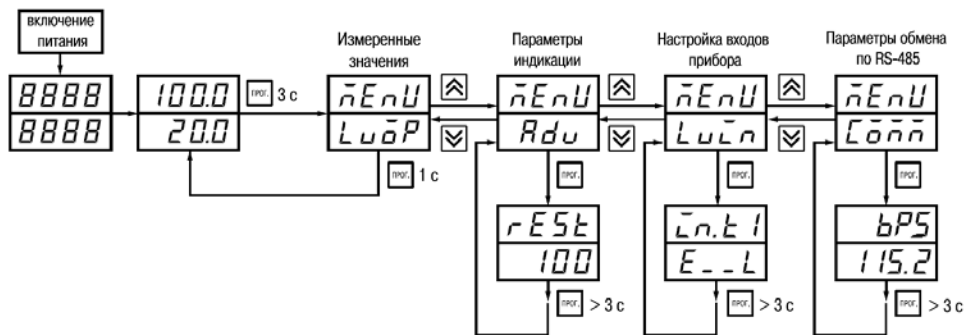

Рисунок 7.1
7.1.2 Основные параметры прибора TPM200 объединены в 4 группы *LuṁP*, *Rdu*, *Luḷn* и *Ḷṁṅṅ*, составляющие меню прибора (рисунок 7.1). Полный список программируемых параметров приведен в приложении Б.